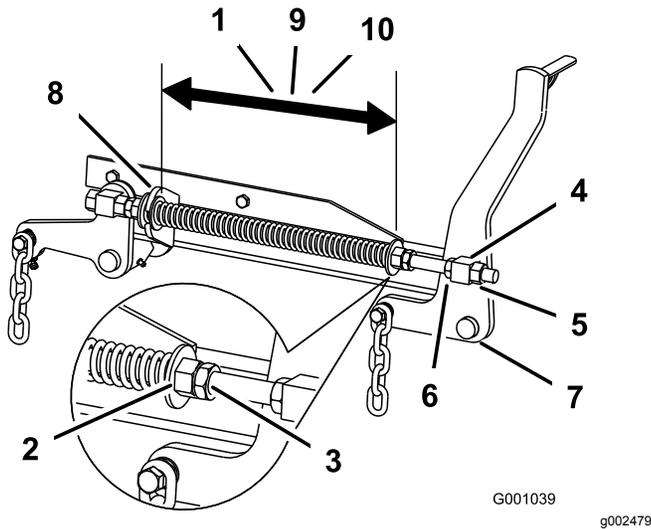

Figure 95
- Vérifiez que les deux grandes rondelles sont espacées de 28,2 cm (11 $\frac{1}{8}$  po) pour les tabliers de coupe de 132 cm (52 po), de 26,7 cm (10 $\frac{1}{2}$  po) pour les tabliers de coupe de 152 cm (60 po), ou de 29,2 cm (11 $\frac{1}{2}$  po) pour les tabliers de coupe de 183 cm (72 po) (Figure 95).
- Réglez cette distance en desserrant l'écrou de blocage du ressort et en tournant l'écrou devant chaque ressort (Figure 95).
- Bloquez l'écrou en position en serrant l'écrou de blocage du ressort (Figure 95).